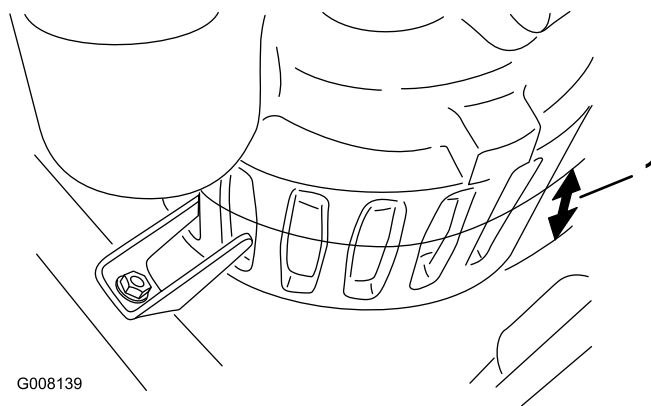

Figura 8
1. Meça a profundidade da água na parte mais baixa da banca. Se a profundidade da água for inferior a 6,35 cm (metade das ranhuras na bomba), cave um buraco de 30 cm por 30 cm com 5 a 7,5 cm de profundidade para baixar a bomba para o buraco (Figura 8).